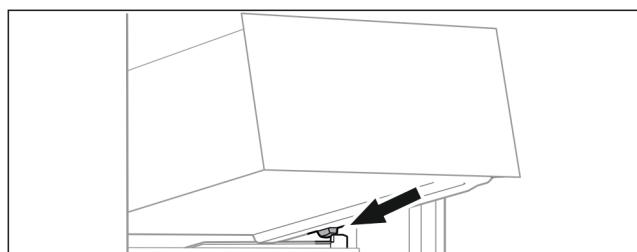

Fig. 85
- Nasadte zásuvku šikmo za zarážkami na rebro nádoby. (pozri Fig. 85)